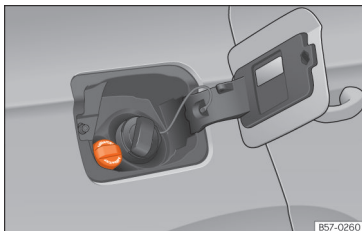

Рис. 190 Кришка бачка для розчину AdBlue®.
»» **рис. 190.**
- Повертаючи проти годинникової стрілки, відкрийте кришку бачка для розчину AdBlue »» **рис. 190.**